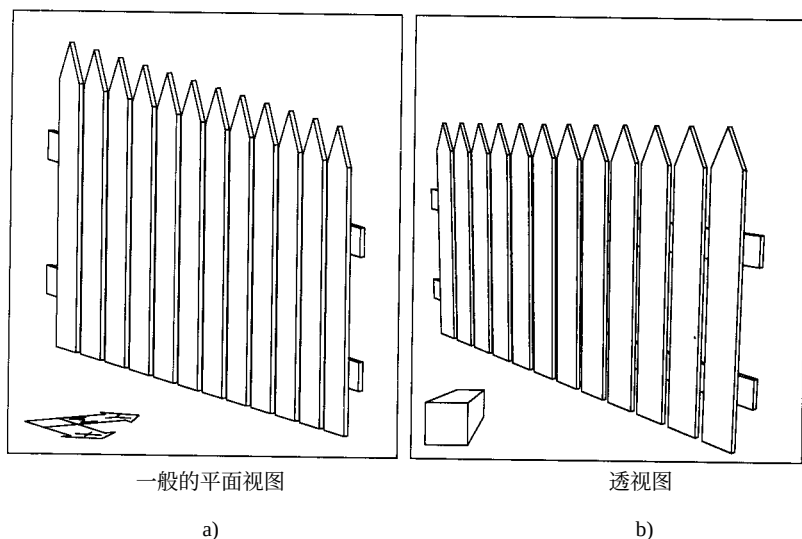

图 4-100
- 构造透视视图，使得远处的对象看起来比近处小（见图4-100）。